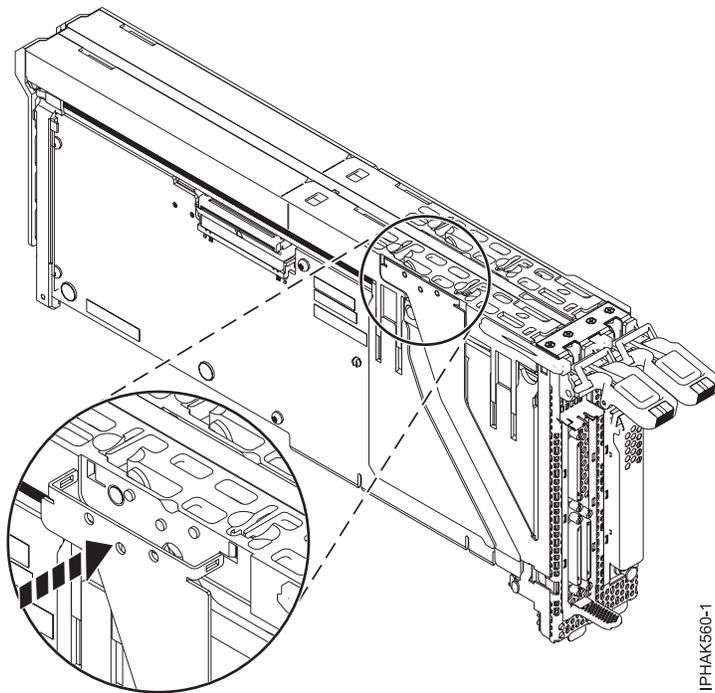

Figura 61. Anexando o painel frontal
8. Pressione os braços externos do conjunto do painel frontal no lugar. Consulte Figura 61 na página 76.